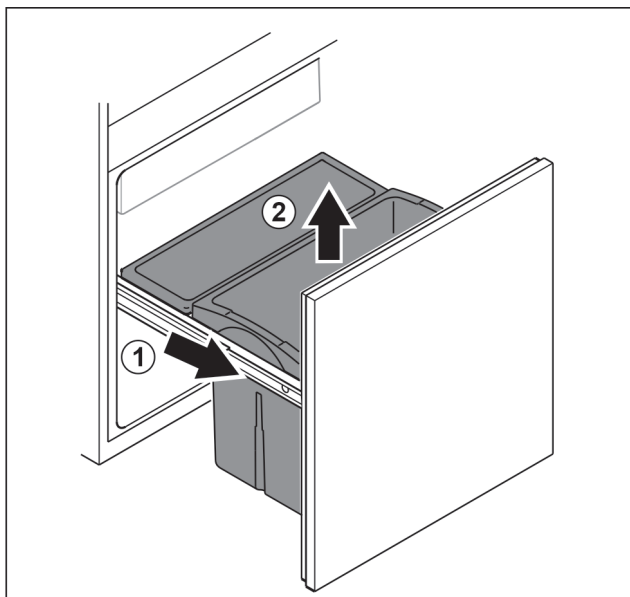

Fig. 153
- ▶ Auszugswagen bis zum Anschlag herausziehen. Fig. 153 (1)
- ▶ Schubfach nach oben entnehmen. Fig. 153 (2)